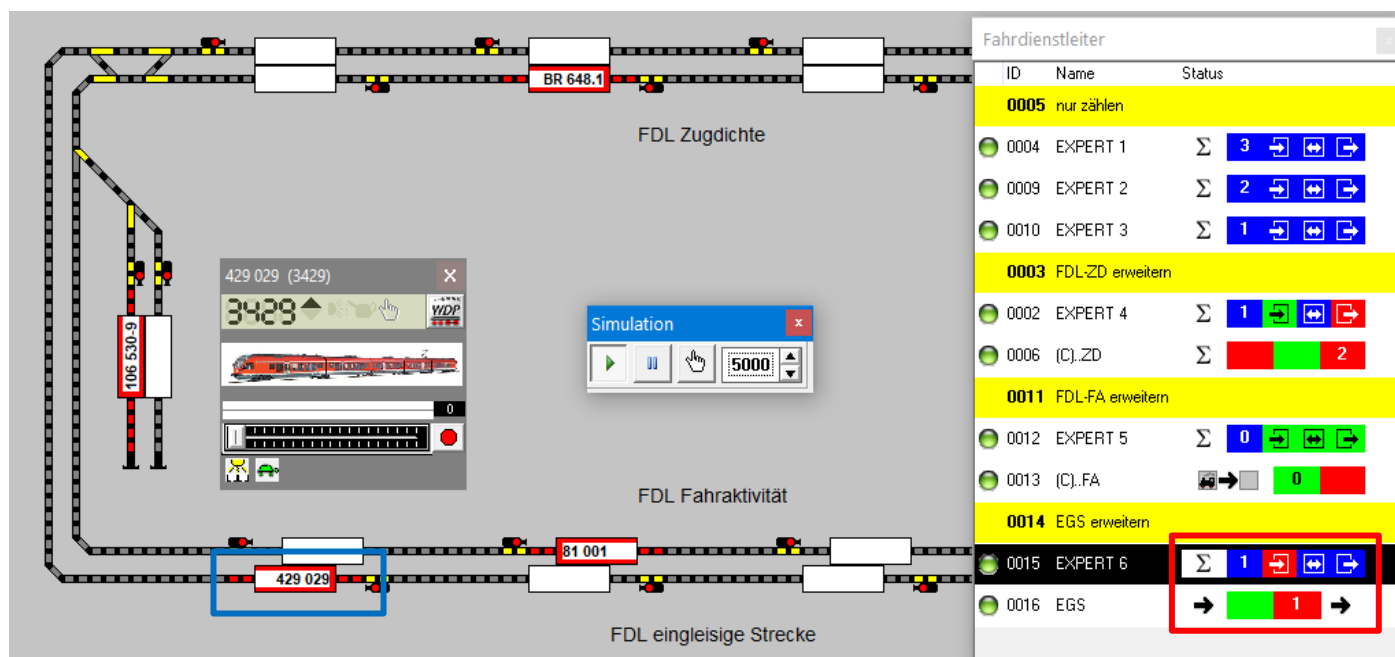

Fig. 13.15
Pour vérifier le comportement, nous faisons entrer un train sur une voie de garage (ADV) dans la zone de la ligne à voie unique (fig. 13.15 / repère bleu). Immédiatement, les deux postes d'aiguillage (RT) bloquent l'accès à cette zone (repère rouge).